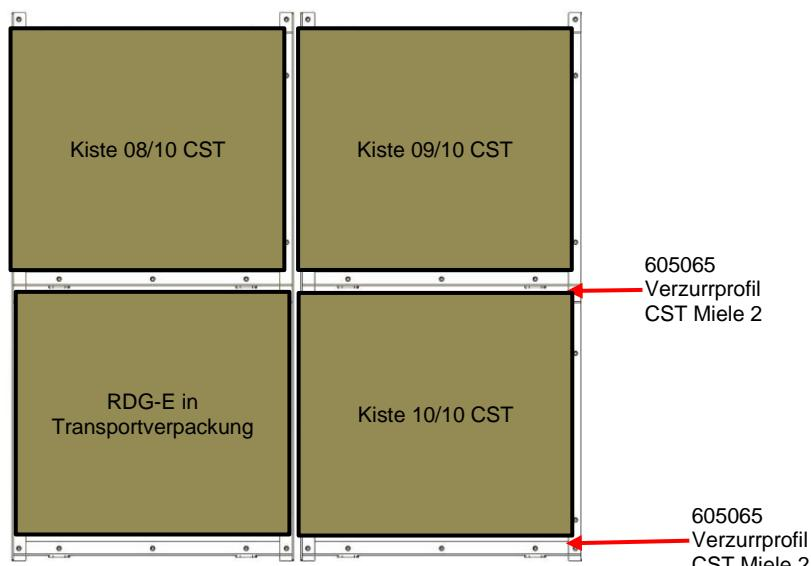

Abb. 8: Kiste 10/10 CST – Montage Verzurrprofile CST Miele 2
- ◆ Montieren sie ein Verzurrprofil CST Miele 2 (Art.-Nr. 605065, siehe Abb. 8:).
- ◆ Transportieren Sie mit dem Hubwagen oder mit dem Hydraulikstapler die Kiste 10/10 CST zwischen die beiden Verzurrprofile CST Miele links und Miele rechts (siehe Abb. 8:).